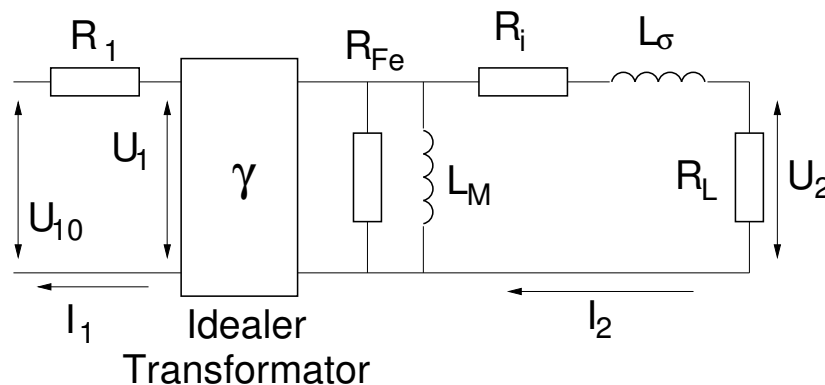

Abbildung TR.2: Vereinfachtes Ersatzschaltbild
Die meisten Größen in diesem Modell hängen vom jeweiligen Arbeitspunkt ab, sind also nicht konstant. Für die Auswertung des Versuches kann man die Ersatzschaltung entsprechend Abb. TR.2 noch weiter vereinfachen, wenn man die Innenwiderstände bzw. Streuinduktivitäten von Primär- und Sekundärseite zusammenfasst, was wegen  $R'_{i1} \ll R_{Fe}$  bzw.  $L'_{\sigma 1} \ll L_M$  gerechtfertigt ist.
Für die Auswertung können Sie weitgehend CASSY-Lab verwenden, allerdings ist das Zeichnen parametrischer Funktionen sowie die Fehlerrechnung mit CASSY-Lab nicht möglich. Hier müssen Sie ggf. geeignete andere Programme verwenden. Für die Berechnung der gesuchten Größen können Sie auf das vereinfachte Ersatzschaltbild in Abb. TR.2 zurück greifen.
3. Zeichnen Sie die Zeigerdiagramme für Ströme und Spannungen für einen realen Transformator entsprechend Abb. TR.2. Tragen Sie alle im Zeigerdiagramm verwendeten Ströme und Spannungen auch in das Ersatzschaltbild ein!
Leiten Sie zu allen Auswertungen die theoretischen Zusammenhänge aus dem vereinfachten Schaltbild nach Abb. TR.2 her. Wenn eine Größe aus verschiedenen Messungen ermittelbar ist, vergleichen Sie diese miteinander und diskutieren Sie evtl. Unterschiede. Dafür ist eine Bestimmung der Messunsicherheiten unerlässlich.